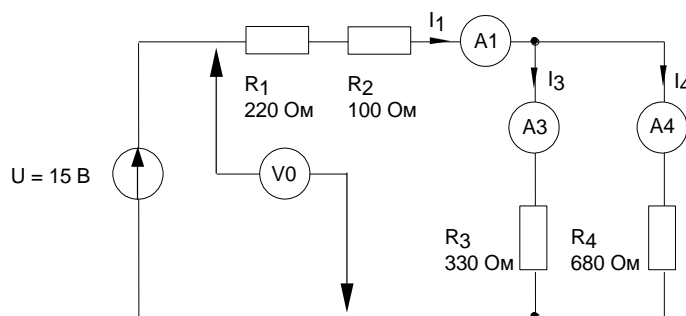

Рисунок 3.4. Схема электрической цепи для выполнения лабораторной работы
Участки цепи с последовательным и параллельным соединением резисторов относительно друг друга соединены последовательно. Чтобы вычислить полное сопротивление цепи, поочередно подсчитывают эквивалентные сопротивления участков цепи, получая в конце искомый результат. Так, для цепи (рис. 3.4) это делается следующим образом:
- Соберите цепь согласно схеме (рис. 3.4) и подайте на ее вход постоянное напряжение 15 В.